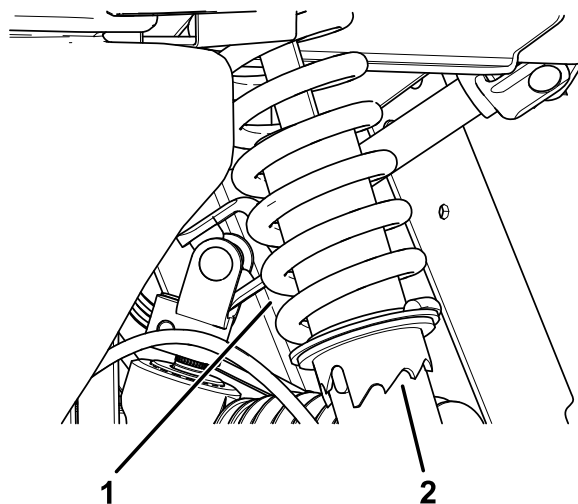

Figura 46
1. Usando la herramienta Toro número 6010, gire el collarín del amortiguador para variar la precarga del muelle (**Figura 46**).